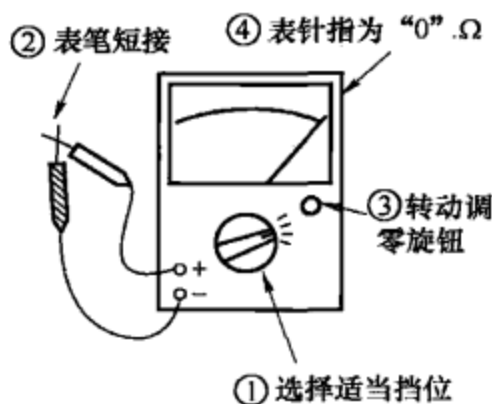

图 1-43
(1) 根据电位器标称阻值的大小，将万用表置于适当的“ Ω ”挡位，两表笔短接，然后转动调零旋钮校准“ Ω ”挡“0”位，如图 1-43 所示。